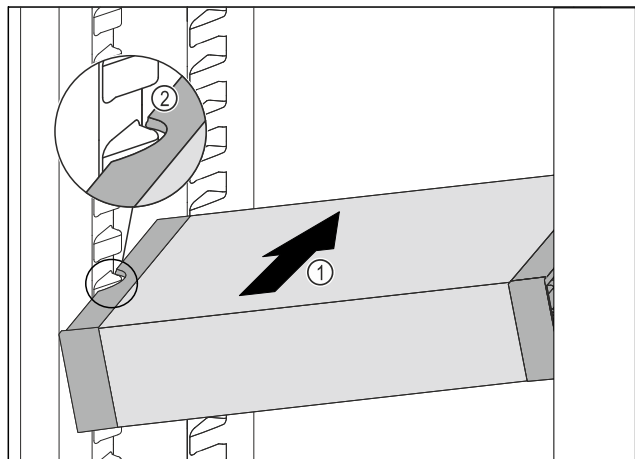

Fig. 133
- ▶ Työnä VarioSafe vinoissa asennossa jääkaappiosaan Fig. 133 (1), kunnes VarioSafen sivuilla olevat lovit Fig. 133 (2) ovat jääkaappiosassa olevien kotelokiilojen tasolla.